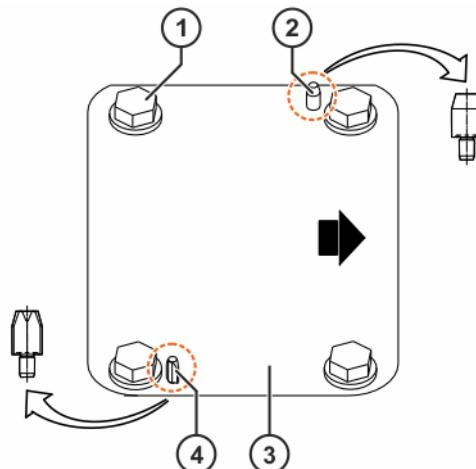

Abb. 7-7: Maschinengestellbefestigung einbauen
1. Auflagefläche des Roboters reinigen (>> Abb. 7-7).